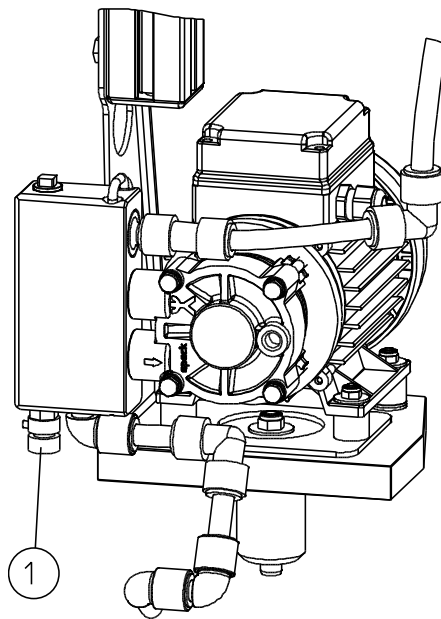

Abb. E-3: Entlüftung Druckerhöhung
- Die Druckerhöhungspumpe ist entlüftet, wenn Permeat aus dem Entlüftungs-/Probeventil (siehe Abb. E-3, Pos. 1) fließt, (Dauer bis Permeat kommt ca. 15 Minuten). Entlüftungsventil schließen.